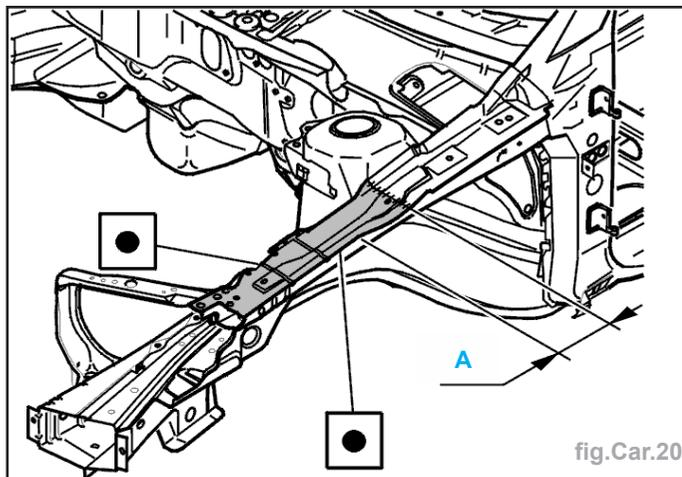

fig.Car.20
- Souder pour mettre en place (fig.Car.20).